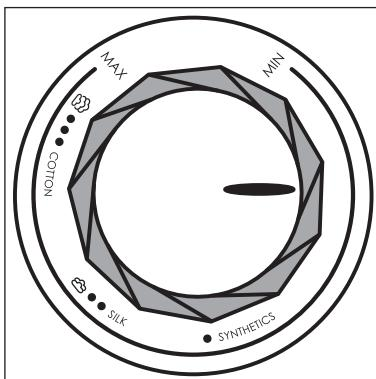

Fig. 2
- 3) Impostare la temperatura desiderata con il regolatore di temperatura **6** (vedere tabella sottostante e fig. 2).